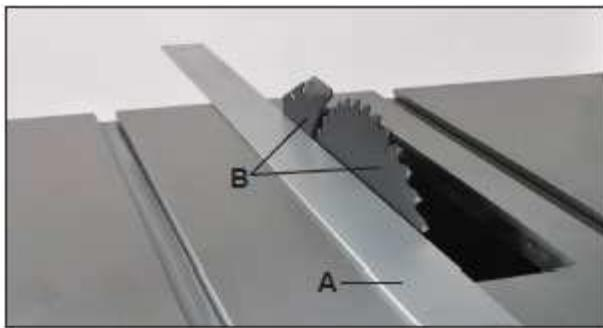
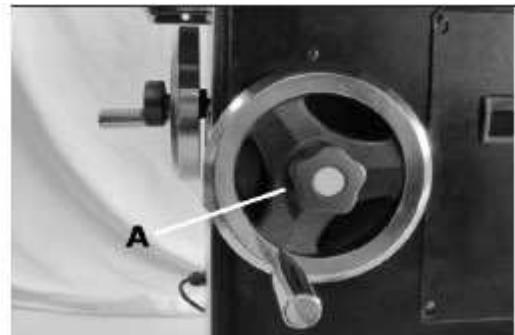

Рис. 16
Рис. 18
4. Положить поверочную линейку (рис. 16, А) к левой стороне пильного диска (рис. 18, В), выровнять разделитель и проверить его совмещение с пильным диском.
4. После поднятия пильного диска и установки его под 90° (проверить угольником) затянуть фиксирующую рукоятку маховичка наклона (рис. 18, А), расположенного сбоку тумбы, это предотвратит дальнейший наклон пильного диска.